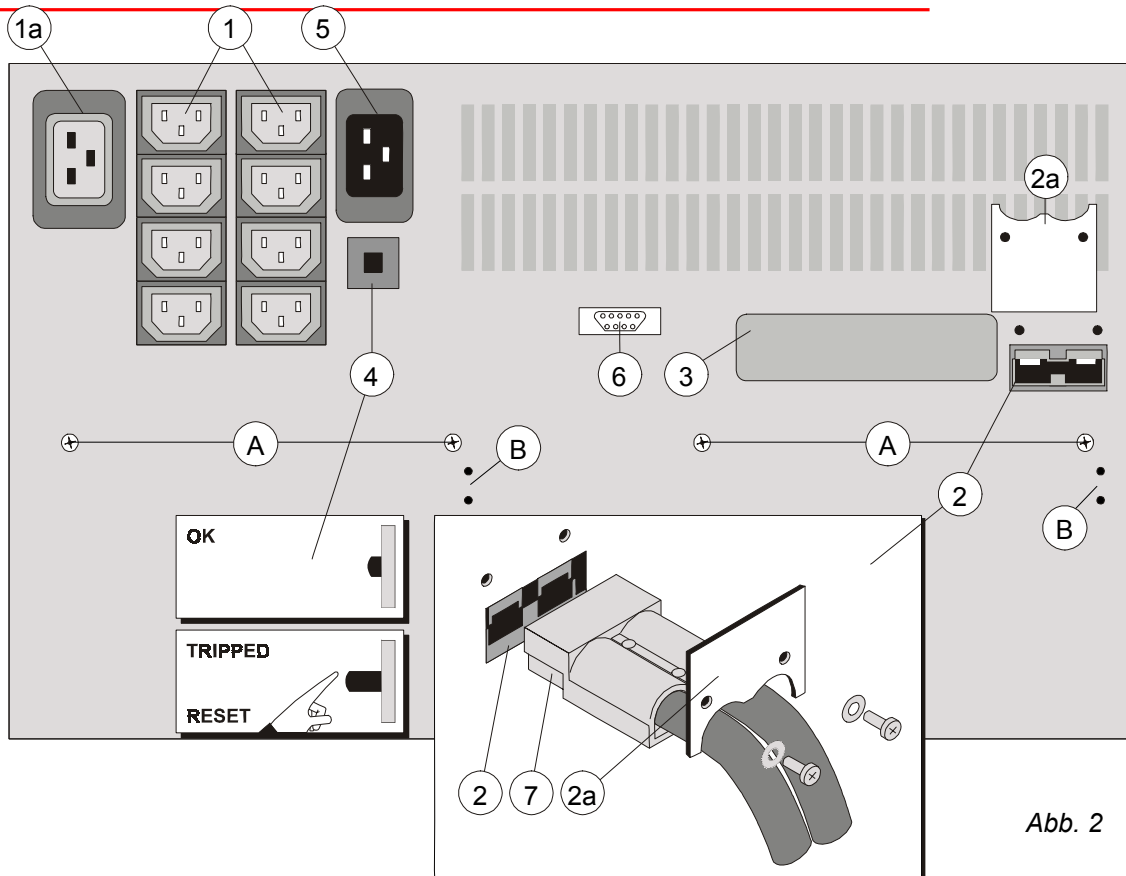
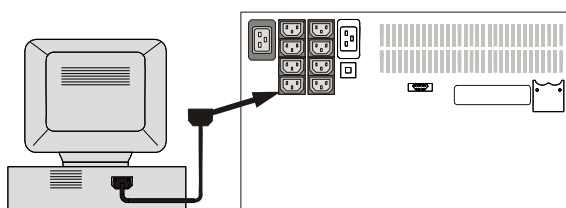
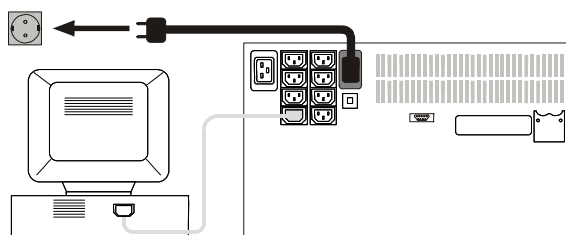

Abb. 2
fig. 3
Abb. 4
- Beim Transport muss der Batterieschubkasten entweder entfernt oder mit zwei Schrauben an der Rückseite der USV befestigt werden (A, Abb. 2).
9. Lösen Sie die beiden Schrauben und entfernen Sie die Zulentlastung (2a, Abb. 2). Stecken Sie den Stecker des Gleichstromanschlusskabels der Batterie (7, Abb. 2) in den Gleichstromanschluss (2, Abb. 2) der USV. Montieren Sie die Zulentlastung wieder mit den beiden Schrauben wie in Abb. 2. Über den Gleichstromanschluss der Batterie (nicht gezeigt) können Sie Batterieerweiterungen anschließen. Siehe Abschnitt 5.1.
10. Benutzen Sie die mitgelieferten Kabel, um Ihren Rechner an die Ausgänge (1, Abb. 2) der USV anzuschließen. Verteilen Sie die Leistungsaufnahme der anzuschliessenden Geräte möglichst gleichmässig über die einzelnen Ausgänge. Wenn Sie für den Anschluss mehrerer Geräte an einen Ausgang einen Verteilerkasten benutzen, achten Sie bitte darauf, dass jeder Ausgang maximal einen Wechselstrom von 10 Ampere (Ausgänge 1) bzw. 16 Ampere (Ausgang 1a) liefern kann. Ein Ausgangskabel für den Anschluss an Ausgang 1a gehört nicht zum Lieferumfang. Siehe Abb. 3.
11. Schließen Sie das Netzkabel an den Eingang (5, Abb. 2) der USV an. Siehe Abb. 4.
12. Verbinden Sie die USV mit einer geerdeten Netzsteckdose. Siehe Abb. 4. Die grüne LED 'on' (10, Abb. 6) blinkt jetzt und leuchtet nach 30 Sekunden dauernd: das Gerät ist eingeschaltet und Ausgangsspannung ist vorhanden.
14. Für umfangreiche Kommunikationsmöglichkeiten kann die RS232-Schnittstelle (6, Abb. 2) mit dem Rechner verbunden werden und/oder können optionale Schnittstellenbausteine (3, Abb. 2) installiert werden. Siehe Abschnitt 4.